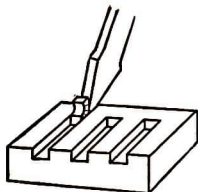

Bild 19
18. Warum wird mit dem Kreuzmeißel (Bild 19) am Ende der Nut in entgegengesetzter Richtung gearbeitet?